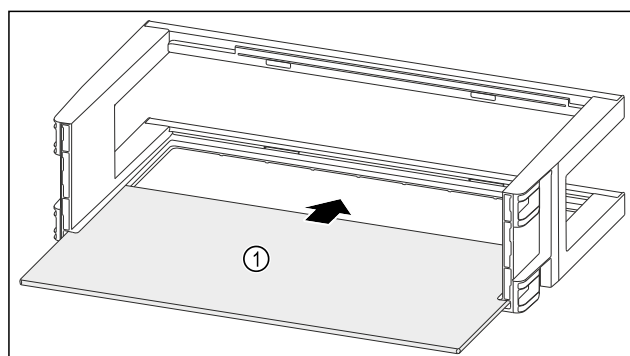

Fig. 151
- Umetnite policu Fig. 151 (1) u bočna udubljenja.